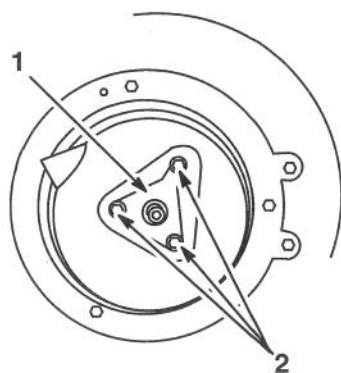

Figure 36
5. Retirer les boulons fixant l'échappement et le support du vilebrequin (Fig. 36).